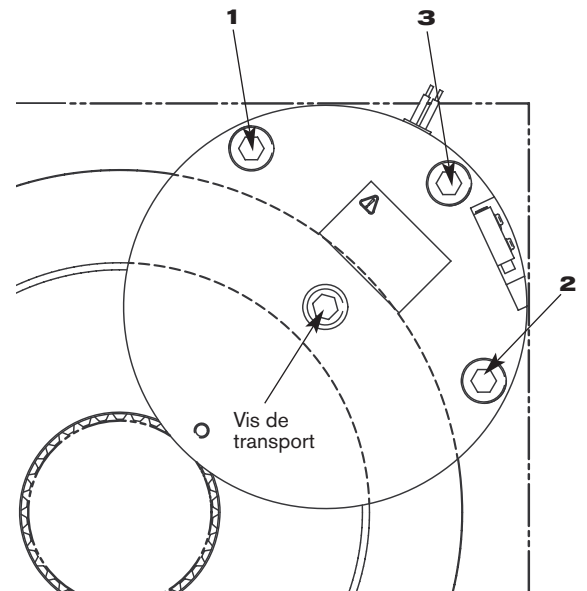

Fig. 3
Serrer au couple $44 \text{ Nm} \pm 10 \%$ les 3 vis de fixation dans l'ordre; vis la plus haute (1), vis la plus basse (2) et vis du milieu (3), voir Fig. 3.
- retirer la vis de transport, voir Fig. 3.